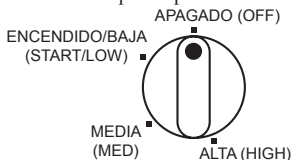

Figura 8 - Posiciones de la perilla de control
- Gire la perilla de control a la posición Low (bajo) y oprímala (consulte la figura 8). Mantenga la perilla oprimida y presione el botón del encendedor piezoeléctrico. Es posible que necesite presionar el botón del encendedor piezoeléctrico de 3 a 8 veces hasta que el quemador principal encienda. Cuando el quemador principal encienda, mantenga la perilla de la válvula de control automático oprimida. Suéltela luego de 30 segundos. **Nota:** si el quemador principal no enciende, es posible que la manguera tenga aire en el interior. En este caso, mantenga presionada la perilla de control y espere 20 segundos. Suelte el botón de control y espere 20 segundos para que el combustible que no se quemó salga del calentador. Repita el paso 6.